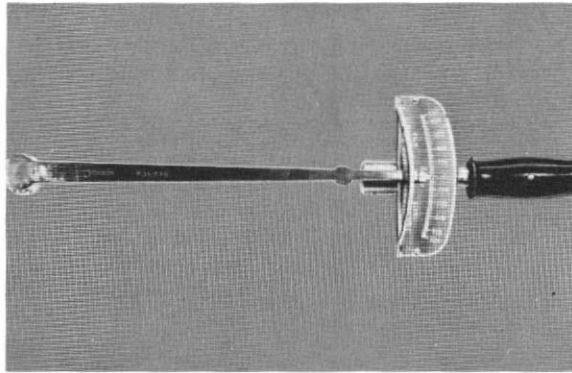

Fig. 6-2
- B. Torque wrench (Fig. 6-2)
- B. Clé dynamométrique (Fig. 6-2)
- B. Drehmomentschlüssel (Bild. 6-2)